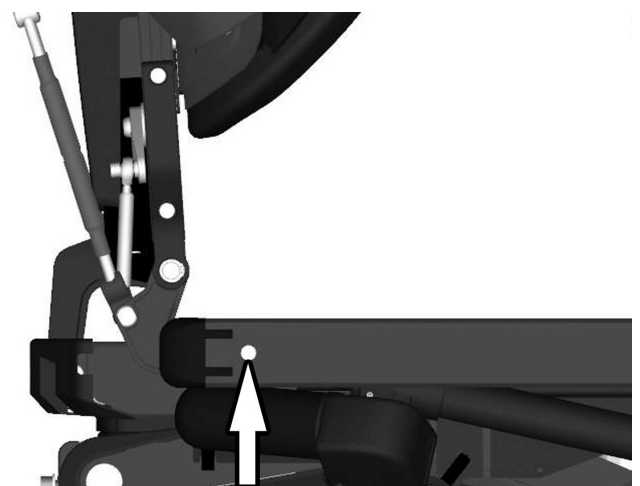

Abbildung 71. Die hintere Befestigungsschraube der UniTrack-Schiene.
4. Die hintere Schraube der UniTrack-Schiene wieder an der rechten bzw. linken Seite des Sitzes montieren. Siehe Abbildung. 71.